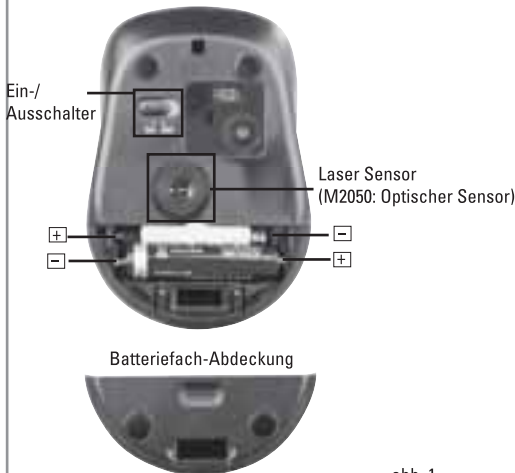

abb. 1
- a) Entfernen Sie die Batteriefach-Abdeckung und legen die Batterien polrichtig in das Batteriefach (abb. 1).
- Remove the battery compartment cover and insert the battery in the correct direction in the battery compartment (fig. 1).